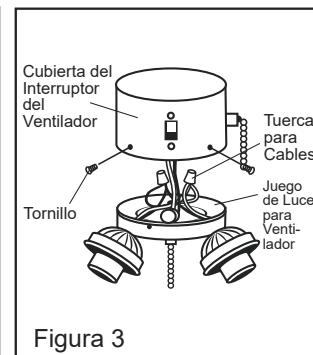

Figura 3
El montaje del juego de luces debe hacerse lateralmente y no por la parte inferior (Vea la figura 3). También, los agujeros en el alojamiento del interruptor del ventilador deben estar alineados con los agujeros del artefacto luminoso. Consulte las Instrucciones de instalaciones titulada Instalación Integral.
- Conecte estos cables al juego de luces usando los conectores para cable que ya están instaladas (Vea la figura 3). Blanco (gris) a blanco y azul (rojo) a negro.
- Usando los tornillos de la placa de montaje del paso 1, fije el adaptador al ras de las luces al alojamiento del interruptor (Vea la figura 3).